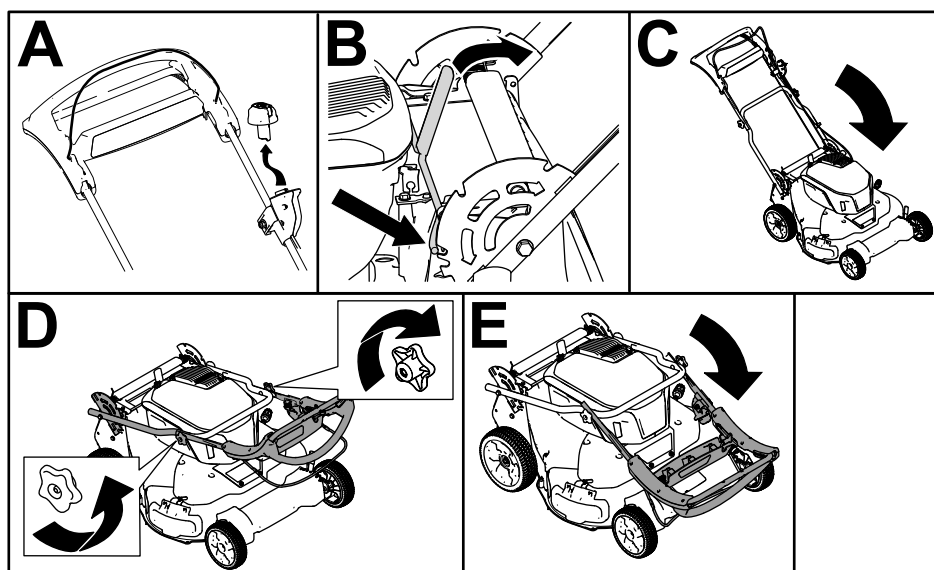

Figura 22
1. Retire o botão de arranque elétrico (A da Figura 22).
2. Empurre a alavanca de bloqueio da pega para trás para libertar os pinos de bloqueio (B da Figura 22).
3. Baixe a pega até à parte frontal da máquina (C da Figura 22).
4. Desaperte os manípulos da pega que fixam a pega superior (D de Figura 22).
5. Baixe a pega superior (E da Figura 22).